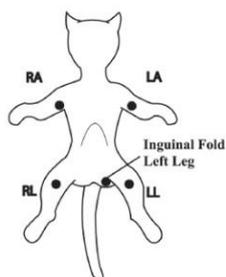

Рис. 7-1 Обозначение электродов для ЭКГ с 5 отведениями
- Красный электрод (R) - размещается вблизи правого плеча, прямо под ключицей.
- Желтый электрод (L) - размещается вблизи левого плеча, прямо под ключицей.
- Черный электрод (N) - размещается в гипогастральной области справа.
- Зеленый электрод (F) - размещается в гипогастральной области слева.
- Белый электрод (C) - размещается на груди, как показано на рис. 7-1.